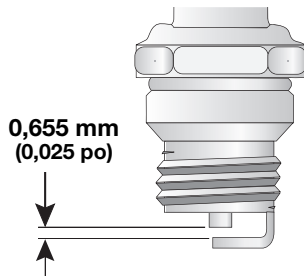

Fig. 55
4. Remplacez toute bougie fendillée, encrassée ou sale. Réglez l'écartement à 0,655 mm (0,025 po) à l'aide d'une jauge d'épaisseur (Fig. 55).